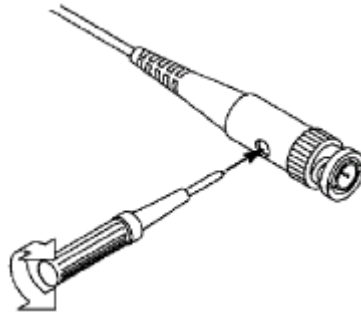

Bild 0-7 Tastkopf justieren
2. Prüfen Sie die angezeigten Wellenformen und justieren Sie den Tastkopf, bis eine korrekte Kompensation erreicht ist (Bild 0-6 Bild 0-7).